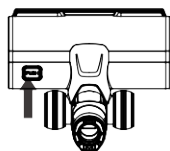

Figure 21
- (1) Coupez l'alimentation et retirez l'électro-brosse.
- (2) Retournez la brosse et faites tourner le bouton de verrouillage avec une pièce pour ouvrir le verrou. (Figure 21)